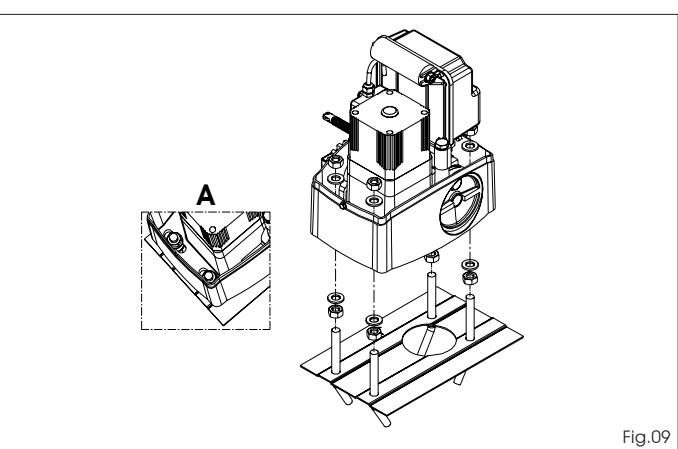

Fig.09
- 2) posizionare l'operatore sulla piastra di fondazione utilizzando i dadi e le rondelle in dotazione, come da Fig.09, durante questa operazione far passare i cavi attraverso le apposite aperture realizzate nel corpo del motore (vedi Fig.01 rif.9). In caso di necessità è possibile, utilizzando un martello, iunire i due fori ottenendo un passaggio più ampio.